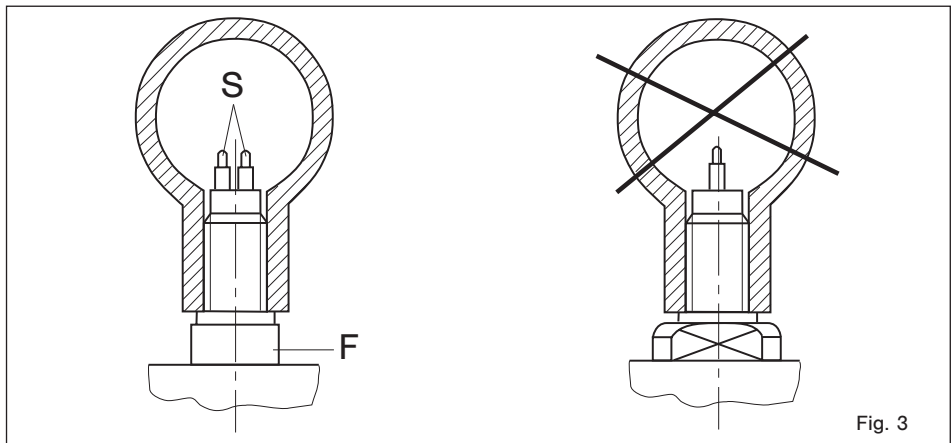
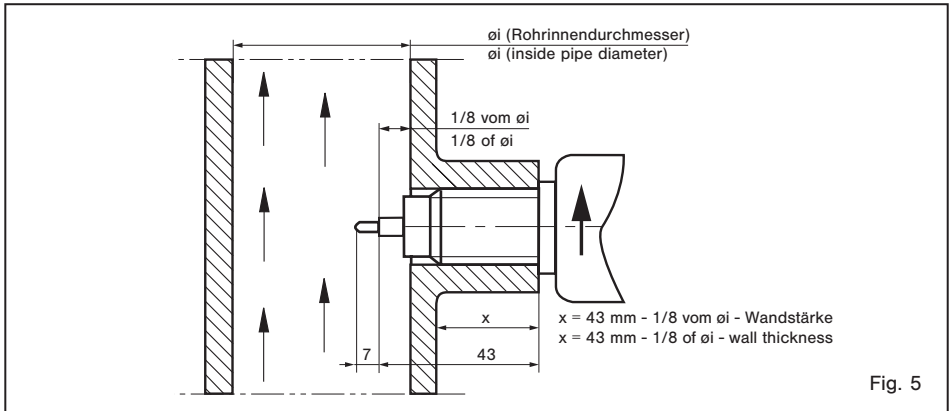
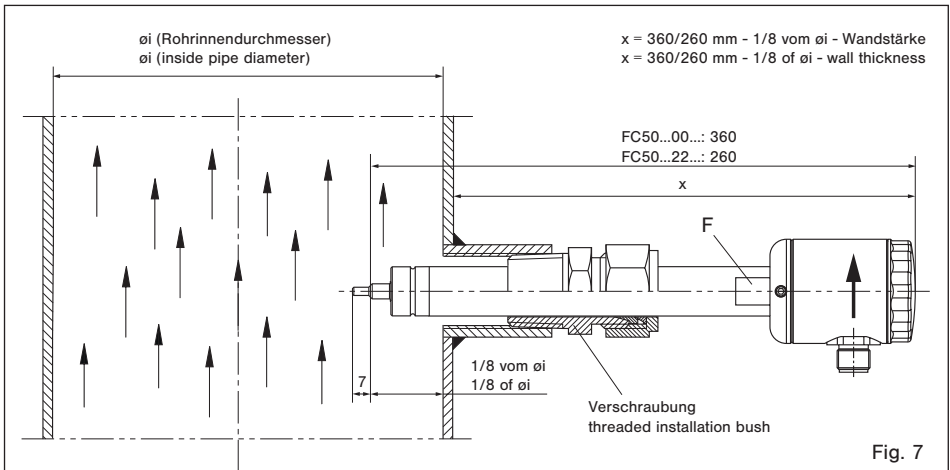

Fig. 3
Fig. 5
Fig. 7
- 2 Die Messfühler (S) müssen nebeneinander im Rohr liegen (siehe Fig. 3):
- 2 The two sensors (S) must be side by side across the direction of flow (see fig. 3):
Die beiden Messfühler (S) müssen im eingebauten Zustand nebeneinander im Strömungsmedium liegen. Dies ist der Fall, wenn die Schlüsselansatzflächen (F) parallel zur Rohrleitung stehen (siehe Fig. 3). Bis 56 mm Rohrinne Durchmesser muss der Einschraubstutzen bündig mit der Rohrinne wand sein. Größer 56 mm Rohrinne Durchmesser muss die Fühlermitte (schräger Absatz) auf 1/8 des Rohrinne Durchmessers eingeschraubt werden. Der Pfeil (Laserbeschriftung) an der Seite des Gehäuses muss in Strömungsrichtung zeigen (siehe Fig. 5).
The two sensors (S) of the flow meter must be aligned side by side directly across the direction of flow. The sensors are correctly positioned when the wrench flats (F) are aligned parallel with the pipe (see fig. 3). For inside pipe diameters up to 56 mm (2.2 in) the shaft end must be in line with the inner pipe wall. For inside pipe diameters above 56 mm (2.2 in) the shoulder of the two sensors (7 mm (0.28 in) from the tip) must be positioned at 1/8 of inside pipe diameter  $\varnothing i$ . The arrow (laser marking) at the side of the housing must show in direction of flow (see fig. 5).
Die beiden Messfühler (S) müssen im eingebauten Zustand nebeneinander im Strömungsmedium liegen. Dies ist der Fall, wenn die Schlüsselansatzflächen (F) parallel zur Rohrleitung stehen (siehe Fig. 3). Die Fühlermitte (schräger Absatz) muss bei  $1/8$  des Rohrinneindurchmessers positioniert werden. Der Pfeil (Laserbeschriftung) an der Seite des Gehäuses muss in Strömungsrichtung zeigen (siehe Fig. 7).
The two sensors (S) on the flow meter must be aligned side by side directly across the direction of flow. The sensors are correctly positioned when the wrench flats (F) are aligned parallel with the pipe (see fig. 3). The shoulder of the two sensors ( $7\text{ mm}$  ( $0.28\text{ in}$ ) from the tip) must be positioned at  $1/8$  of inside pipe diameter  $\varnothing_i$ . The arrow (laser marking) at the side of the housing must show in direction of flow (see fig. 7).